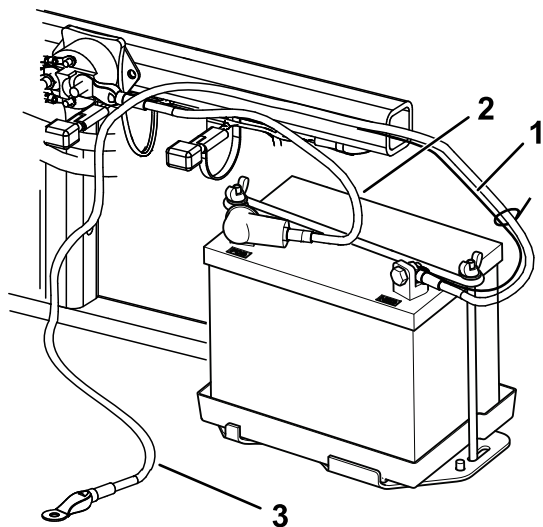

Figure 6
2. Fixez le câble positif (rouge) à la borne positive (+) avec un boulon ( $\frac{1}{4} \times \frac{5}{8}$  po) et un contre-écrou (Figure 6).
3. Fixez le petit câble noir et le câble négatif (noir) à la borne négative (-) de la batterie au moyen d'un boulon ( $\frac{1}{4} \times \frac{5}{8}$  po) et d'un contre-écrou ( $\frac{1}{4}$  po) (Figure 6).